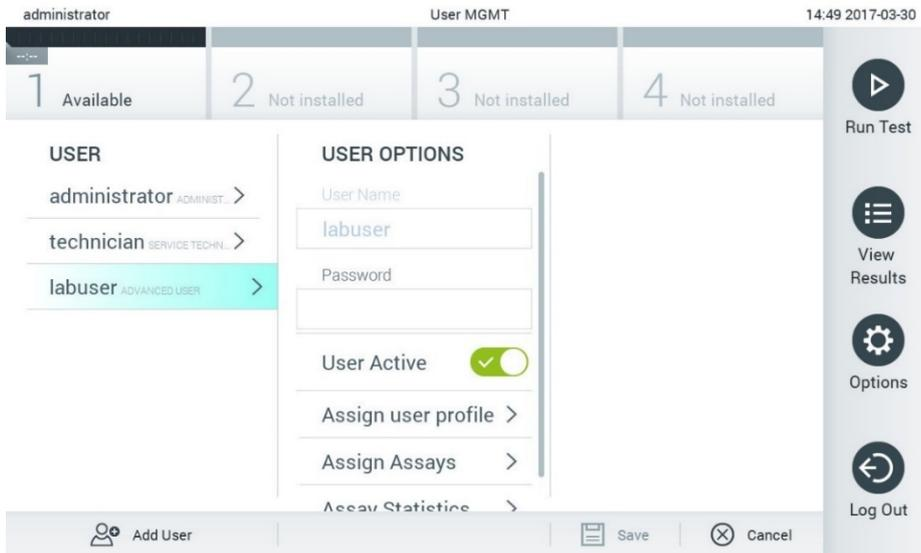

Figure 60. Sélection et gestion des utilisateurs.
2. Sélectionnez l'utilisateur à gérer dans la liste de la colonne de gauche de la zone de contenu (Figure 60).